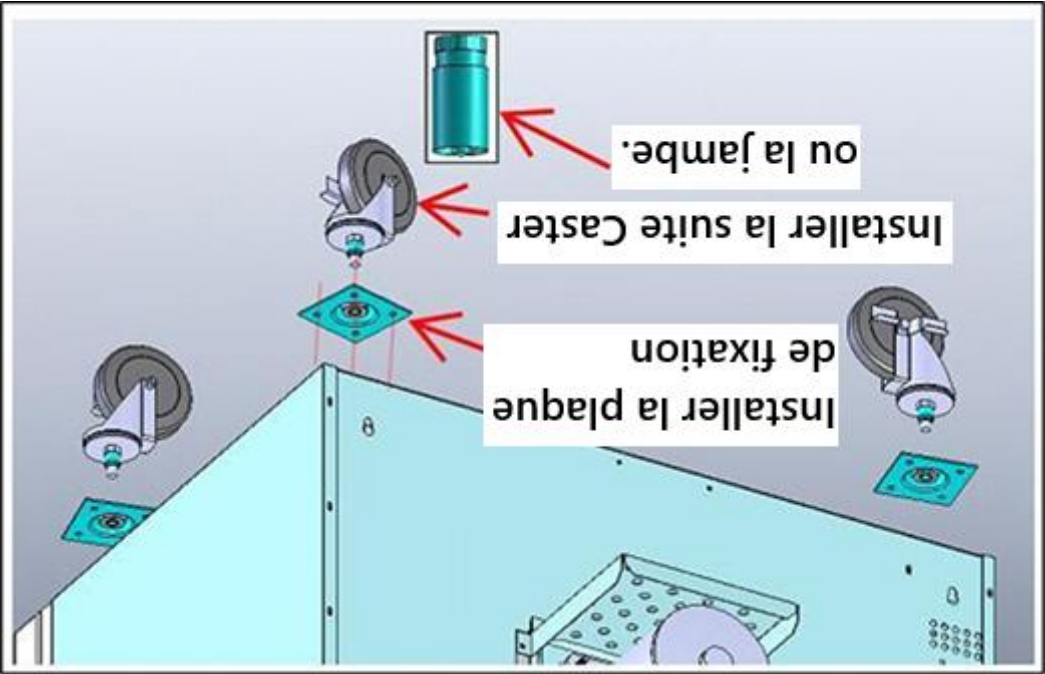

Fig. 2
2. Lors de l'empilage, remplacez les pieds longs par des pieds de 152,4 mm ou des roulettes tel qu'illustré à la figure 2.